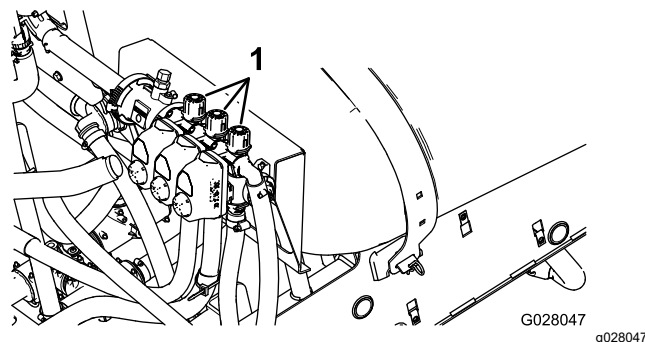

Figura 21
- Spegnete la sezione sinistra e regolate la manopola di bypass della sezione (Figura 21) fino a quando la pressione visualizzata non corrisponde al livello precedentemente regolato (normalmente 2,75 bar).
4. Regolate la manopola di bypass della sezione destra (Figura 21) fino a quando la pressione visualizzata non corrisponde al livello precedentemente regolato (normalmente 2,75 bar).
6. Regolate la manopola di bypass della sezione centrale (Figura 21) fino a quando la pressione visualizzata non corrisponde al livello precedentemente regolato (normalmente 2,75 bar).